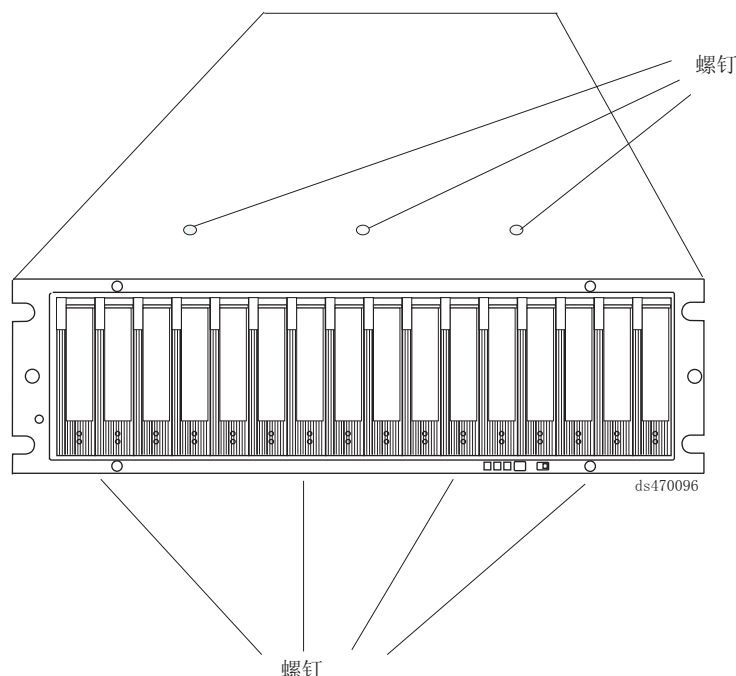

图 89. 将机箱顶部和底部边缘固定到机架的螺钉
将机箱从机架前端拉出并从机架卸下。将它放在水平表面上。寻找机箱顶部在一排上的三个十字螺钉和机箱底部在一排上的四个十字螺钉，如第 145 页的图 89 中所示。使用 #1 十字螺丝刀卸下这七个十字螺钉。保存好这些螺钉。
17. 安装七个将前机架固定到 EXP810 机箱的十字螺钉（三个在顶部，四个在底部），该机箱是您第 144 页的 12 这一步中卸下的，如图 89 中所示。